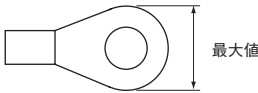

図 1
- (注2) 圧着端子最大幅以下の圧着端子をご使用になり、丸形圧着端子最大幅は図1をご参照ください。